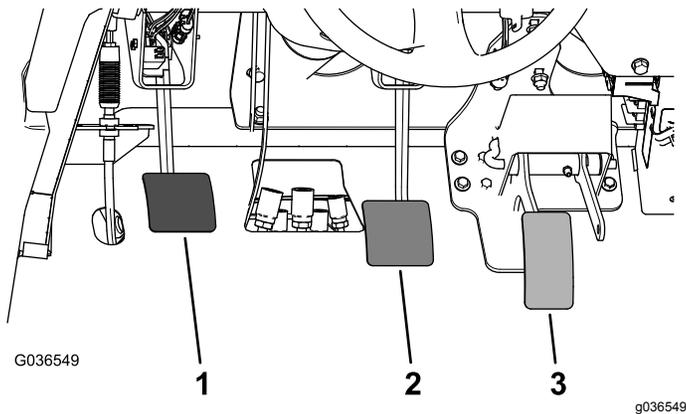

Bild 66
2. Heben Sie das Bremspedal an (Bild 66), bis es den Rahmen berührt.
3. Lösen Sie die Sicherungsmuttern, mit denen das Joch an der Hauptzylinderwelle befestigt ist (Bild 66).